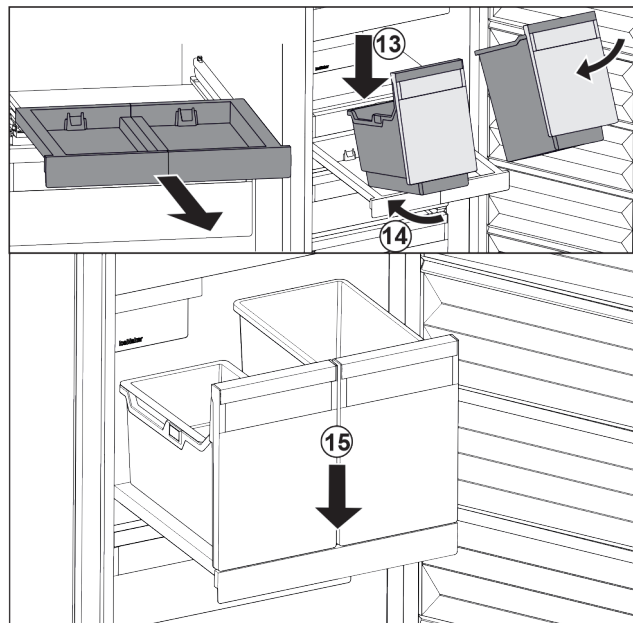

Fig. 31
- ▶ Поставете съда под ъгъл върху изтеглящата се дъска. Fig. 31 (13)
- ▶ Вкарайте съда под ъгъл назад. Fig. 31 (14)
- ▶ Спуснете съда отпред. Fig. 31 (15)